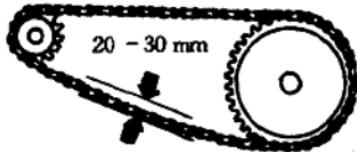

图 1-5 检查链条松紧度
(9) 检查怠速。尽管各种车型都有本身怠速的规定值，但到了用户手里，一般没有条件去测量怠速究竟有多大，只能凭直观感觉和行驶经验。从直觉上看，发动机旋转听起来低沉悦耳，起步时不会熄火，属正常。若怠速太低，虽然听着顺耳，但起步容易熄火；而怠速太高，噪声就大，起步虽然不会熄火，但容易窜出去。如果仪表盘上有发动机转速表，可以直接测出发动机的最低稳定转速。
(10) 检查链条。这里讲的链条是将发动机输出轴输出的动力传给后轮的驱动链条。链条的松紧要恰当，其松紧程度以链条下垂位移量来表示，如图 1-5 所示。